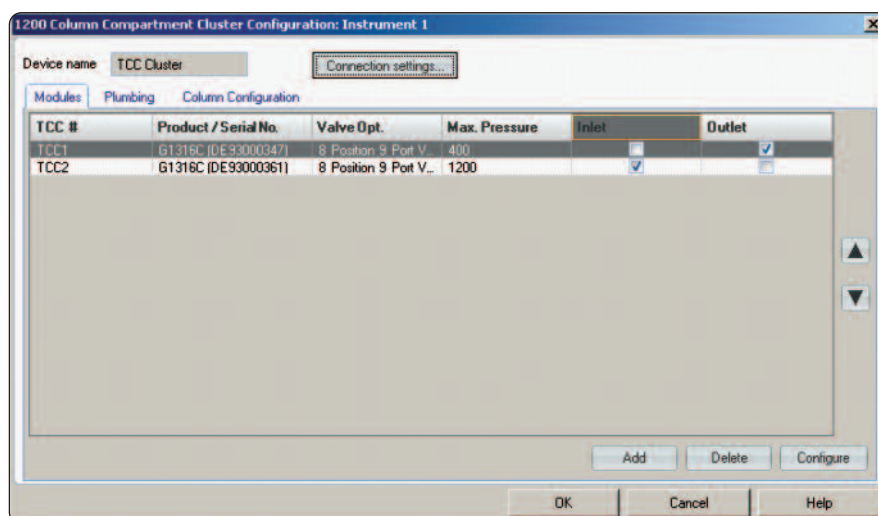

図 2
3. カラムコンパートメントをハイライトし、[Configure] をクリックすると、コンパートメントクラスタリング画面が表示されます (図 2)。